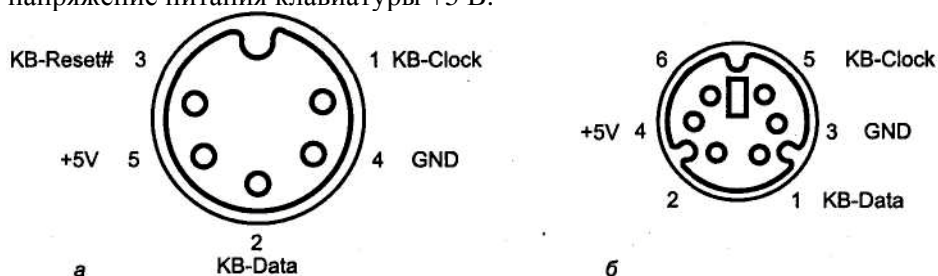
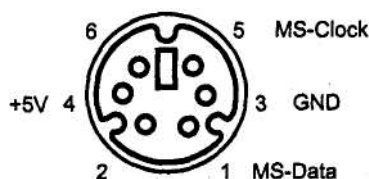

Рис. 8.1. Разъемы (вид со стороны контактов) подключения клавиатур: а — AT и б — PS/2
Рис. 8.3. Разъем PS/2-Mouse
Для подключения клавиатуры предназначен последовательный синхронный двунаправленный интерфейс, состоящий из двух обязательных сигналов KB-Data и KB-Clock. Обе линии на системной плате подтягиваются резисторами к шине +5 В. На обеих сторонах интерфейса выходные сигналы низкого уровня формируются выходами элементов с открытым коллектором (стоком), а состояние линий может быть прочитано через входные линии контроллеров. Вид разъемов (со стороны задней панели) и назначение контактов приведены на рис. 8.1. Конструктивно возможны два варианта разъема — обычная 5-контактная розетка DIN (клавиатура AT) или малогабаритная розетка mini-DIN (PS/2). На этот же разъем через плавкий предохранитель поступает напряжение питания клавиатуры +5 В.
*PS/2-Mouse* — мышь, появившаяся с компьютерами PS/2. Ее интерфейс и разъем 6-pin mini-DIN аналогичен клавиатурному (см. рис. 8.1) и, как правило, реализуется тем же контроллером клавиатуры 8242 (см. п. 8.1.2). Адаптер и разъем PS/ 2-Mouse устанавливаются на многих современных системных платах (рис. 8.3). Контроллер мыши PS/2 может быть также на карте расширения (ISA) и занимать дополнительные адреса в пространстве ввода-вывода. С мышью PS/2 связь двусторонняя: процессор может посылать контроллеру 8242 специальные команды,